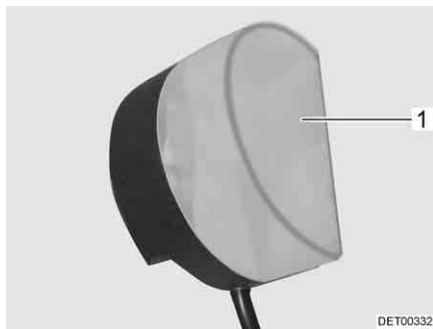

Fig. 279 Luci armadi guardaroba
- Comprimere leggermente e rimuovere la copertura della lampada (Fig. 279,1).